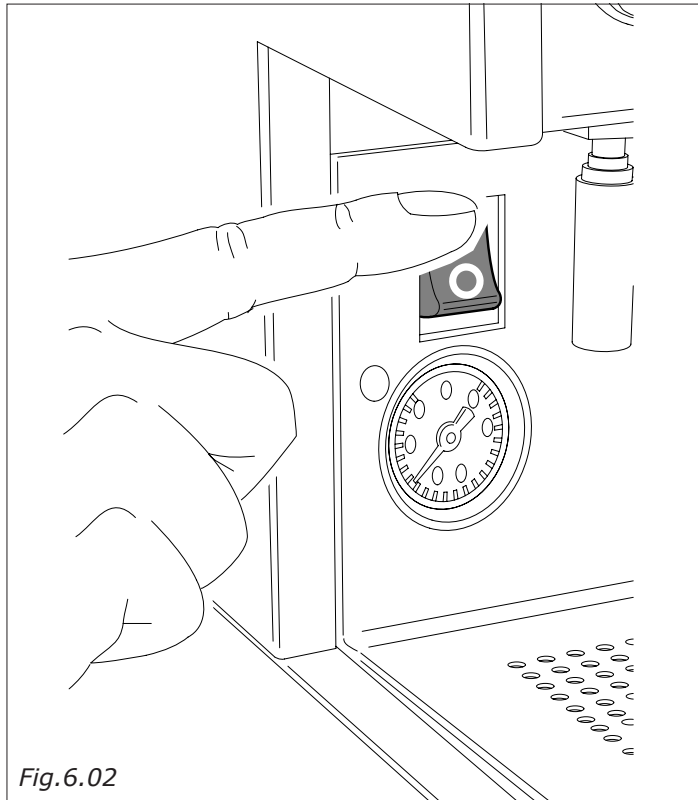

Fig. 6.02
- Posicionando el interruptor general (Fig. 6.02) en I se encenderá la luz testigo del interruptor.